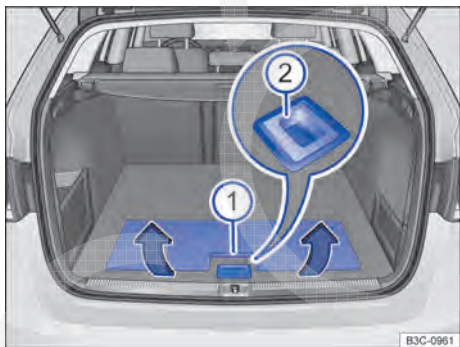

Fig. 127 No compartimento de bagagem: assoalho do compartimento de bagagem divisível.
- Segurar o assoalho do compartimento de bagagem divisível pelo rebaixo $\Rightarrow$ Fig. 127 ① e levantar na posição vertical, no sentido da seta.
- Atentar para que alça no compartimento de bagagem ② esteja travada corretamente.
- Rebater para baixo o assoalho do compartimento de bagagem divisível levantado, no sentido contrário da seta ⇒ Fig. 127.